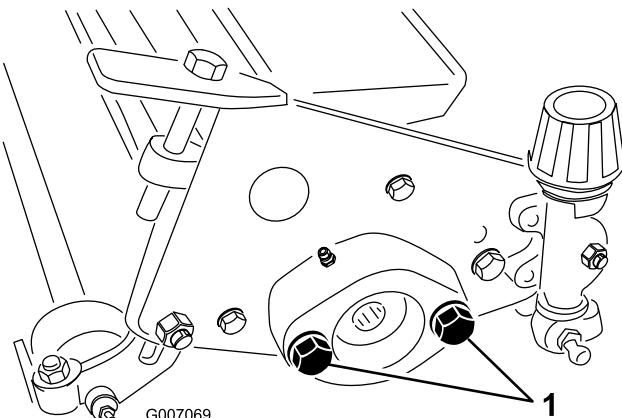

Figure 8
- Ajustez les vis de fixation du moteur d'entraînement de cylindre de sorte à exposer 1/2 pouce environ du filetage de chacune (Figure 8).